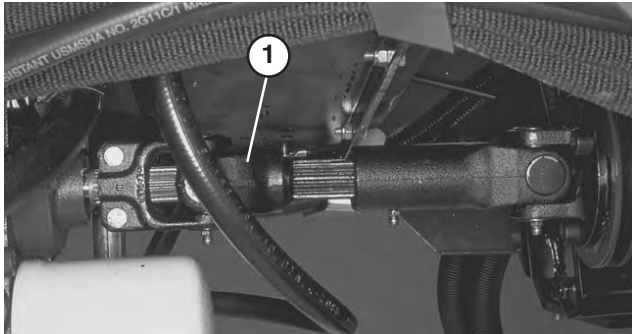

Bild 30
1. Nehmen Sie die Kopfschrauben ab, mit denen die Antriebswelle an der Antriebskupplung befestigt ist. Lösen Sie die Kopfschrauben, mit denen die Antriebswelle am Getriebe befestigt ist (Bild 30). Nehmen Sie die Antriebswelle ab.
5. Bauen Sie nach dem Abschleppen die Antriebswelle wieder ein, siehe Bild 30. Die Keile lassen eine Montage nur zu, wenn die beiden Hälften der Welle richtig ausgerichtet sind.